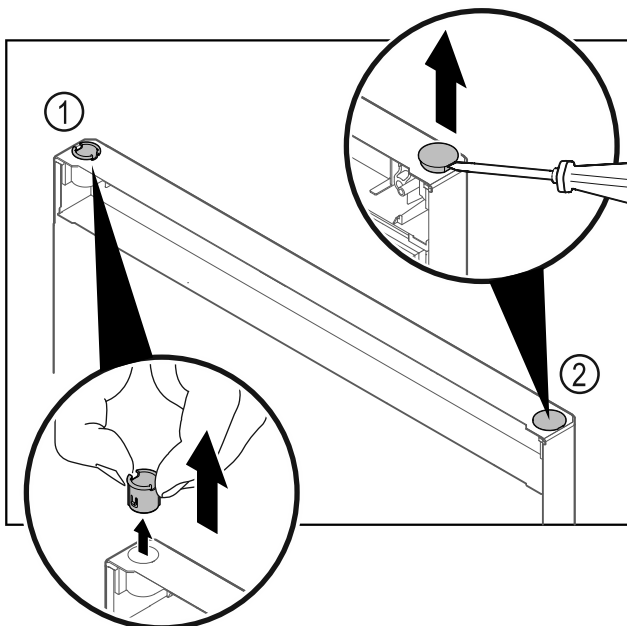

Fig. 22 Vrata hladnjaka
- Izvucite čahuru šarke Fig. 22 (1) prstima.
- Odvijačem s ravnom glavom oprezno podignite čep Fig. 22 (2) i izvadite ga.